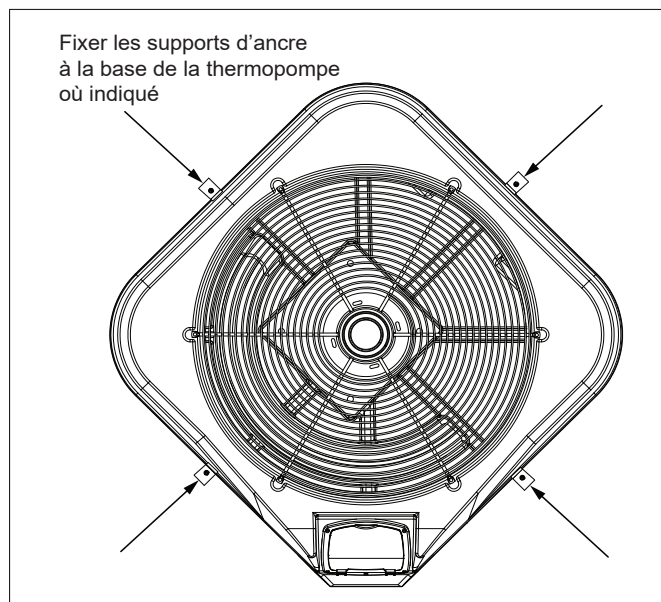

Figure 2. Positions de la bride d'ancrage
2. Placer les brides à la base de la thermopompe aux emplacements indiqués à la figure 2.